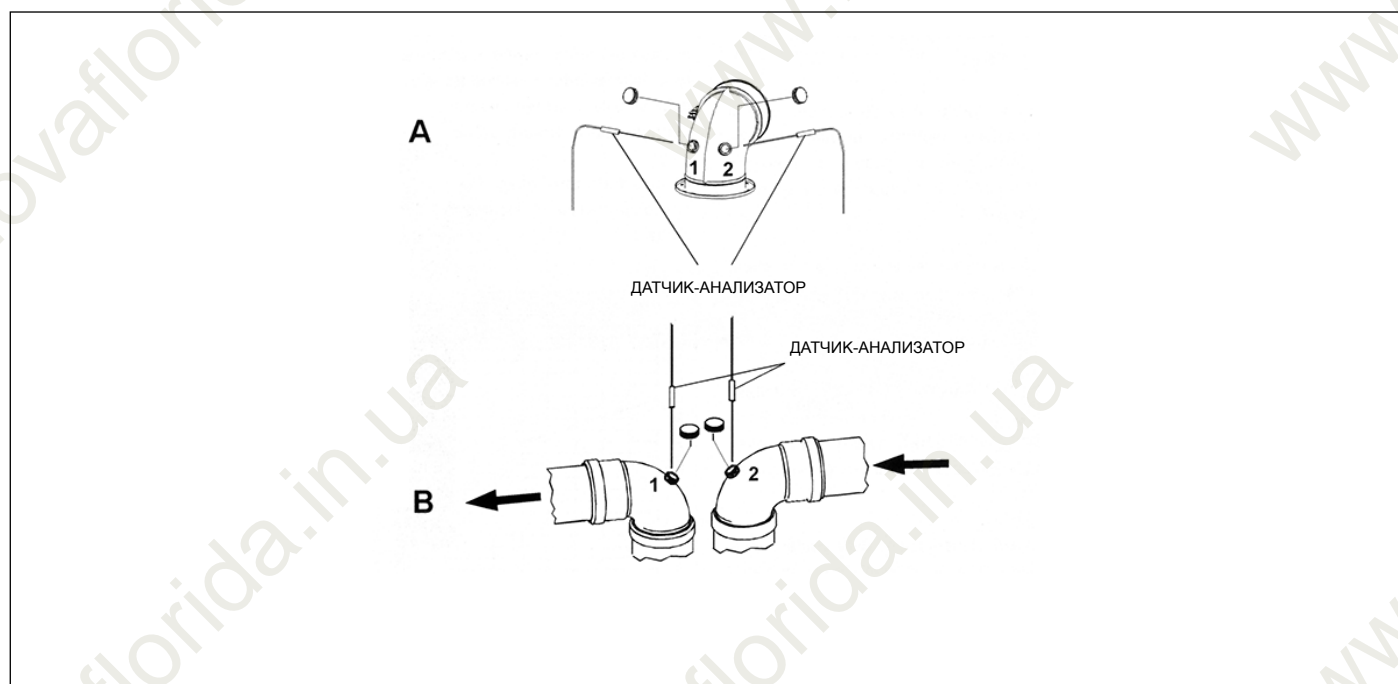

Рис. 14 Примеры мест для контроля дымовых газов
- измерить температуру воздуха для горения через отверстие 1 (см. см. (А) Рис. 14 Примеры мест для контроля дымовых газов для котлов с герметичной камерой сгорания, укомплектованных трубами со специальными отверстиями).
- измерить температуру дымовых газов и содержание CO₂ через отверстие 2 (см. см. (А) Рис. 14 Примеры мест для контроля дымовых газов для котлов с герметичной камерой сгорания, укомплектованных трубами со специальными отверстиями).
- измерить температуру воздуха для горения через отверстие 2 (см. см. (В) Рис. 14 Примеры мест для контроля дымовых газов для котлов с герметичной камерой сгорания, укомплектованных трубами со специальными отверстиями).
- измерить температуру дымовых газов и содержание CO₂ через отверстие 1 (см. см. (В) Рис. 14 Примеры мест для контроля дымовых газов для котлов с герметичной камерой сгорания, укомплектованных трубами со специальными отверстиями).